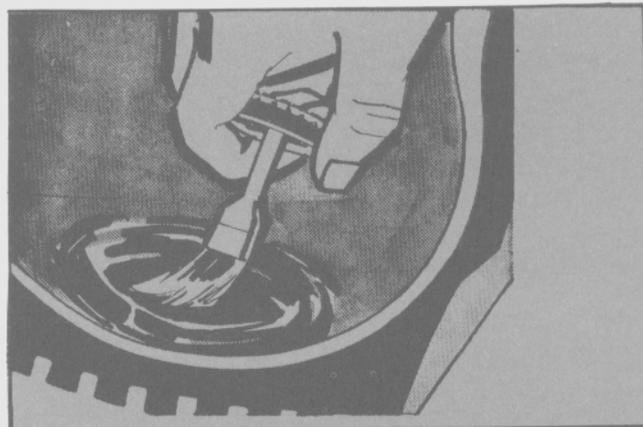

Fig. 25 Cementación de la zona donde se ubica el daño
- Seguidamente, si la reparación se está realizando en una rotura de hasta 2 mm de ϕ esparcir la solución vulcanizante sobre toda la superficie raspada, con un pincel y dejar secar por algunos minutos. (Fig. 25).